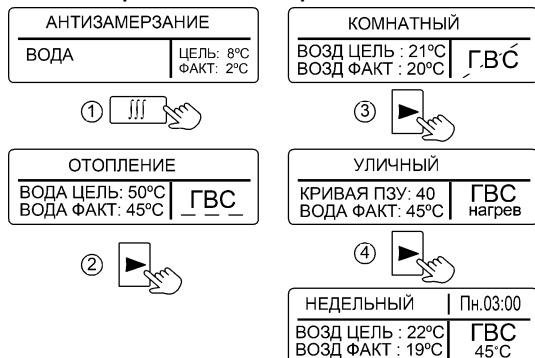
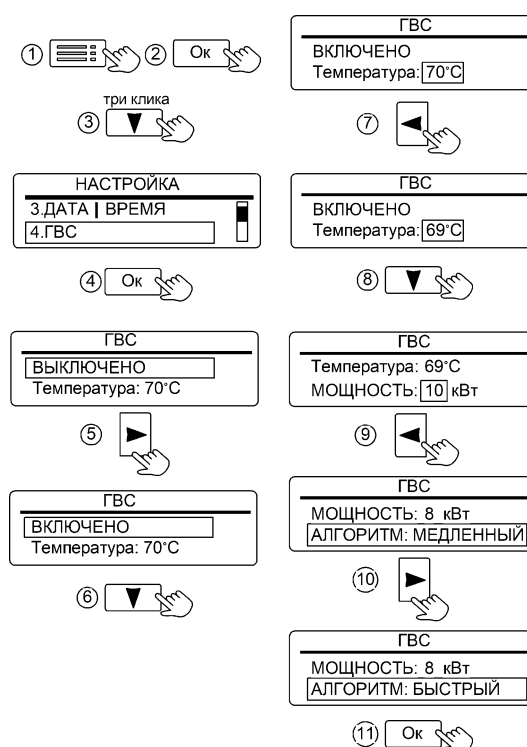
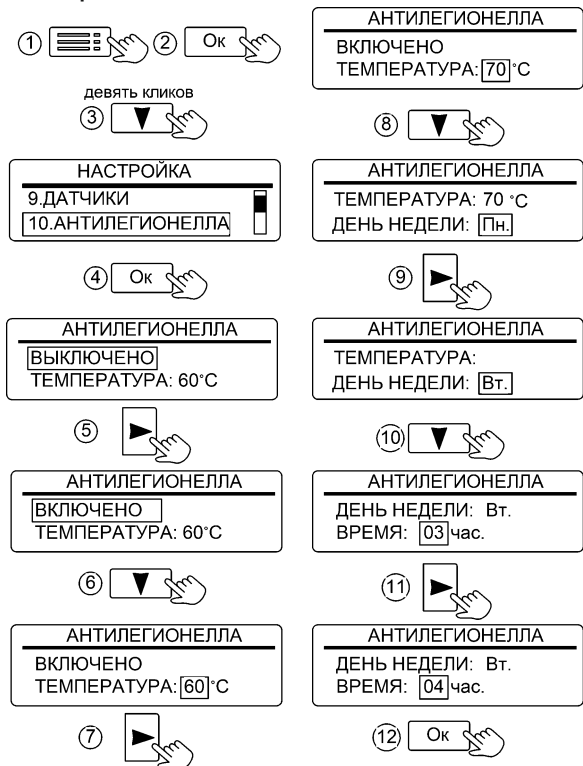

Рисунок 5. Режимы работы котла
Рисунок 12. Настройка режима «ГВС»
Рисунок 14. Настройка параметров режима «АНТИЛЕГИОНЕЛЛА»
2 - Отображение состояния режима «ГВС» (см. рис. 5):
Вид отображения режимов работы на дисплее приведён на рис.5.
Активация режима «ГВС» и настройка температуры горячей воды показана на рис. 12. Начальная заводская настройка температуры горячей воды - 70°C. При активированном режиме отображается как «ГВС» (см. рис. 5), при выключенном режиме, неисправном или отключённом датчике отображается как ГВС. В подменю «ГВС» предусмотрена **настройка ограничения мощности ТЭН**. Данную настройку рекомендуется применять при недостаточной мощности змеевика
дой, получаемой из косвенного водонагревателя, в котле предусмотрен режим «АНТИЛЕГИОНЕЛЛА». Для включения режима необходимо его активировать (см. рис. 12) и подключить NTC-датчик к плате контроллера (подключение выполняет квалифицированный специалист). Далее режим будет запускаться в работу совместно с режимом «ГВС». При отключении NTC-датчика – режим деактивируется и меню «АНТИЛЕГИОНЕЛЛА» (см. рис. 14) не доступно для Пользователя. Если режим активирован - каждую неделю, в установленное время выполняется нагрев воды в косвенном водонагревателе до значения 60°C, температура поддерживается в течении десяти минут. Во время нагрева вместо надписи «ГВС» отображается значок «60°» (см. рис. 13). Имеется возможность увеличить температуру нагрева воды до 70°C, при этом время поддержания температуры снизится до пяти минут.
Заводская настройка времени включения нагрева – Понедельник, 03:00. Имеется возможность изменения времени включения (см. рис.14). Кроме периодического включения нагрева (раз в неделю), запуск режима будет осуществляться при отключении или пропадании подачи электропитания более чем на семь дней и последующем включении
Перед активацией режимов «АНТИЛЕГИОНЕЛЛА» и «ГВС» рекомендуем уточнить максимально-допустимую температуру нагрева воды в бойлере. Для предотвращения риска причинения вреда здоровью и поломки оборудования, значения температурных уставок в режимах «ГВС» и «АНТИЛЕГИОНЕЛЛА» должны быть меньше максимально-допустимой температуры нагрева воды в бойлере. При необходимости уменьшите значения уставок (см. рис. 12, см. рис. 14).
11.1.4 «4.ГВС» - установка состояния режима «ВКЛЮЧЕНО / ВЫКЛЮЧЕНО». Индикация «ВКЛЮЧЕНО» означает разрешение на работу режима ГВС. Индикация «ВЫКЛЮЧЕНО» запрещает работу режима «ГВС» (см. рис. 12).